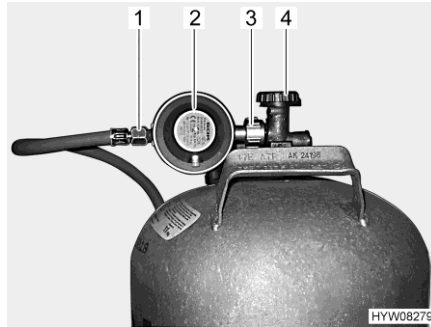

Fig. 27 Conexión de la bombona de gas
- Cerrar la llave de paso principal (Fig. 27,4) de la bombona de gas. Observar el sentido de la flecha.
- Retener el regulador de presión de gas (Fig. 27,2) y abrir la tuerca moleteada (Fig. 27,3) (por lo general, rosca a la izquierda).
- Retirar el regulador de presión de gas con la goma del gas (Fig. 27,1) de la bombona de gas.
- Colocar el regulador de presión de gas (Fig. 27,2) con goma del gas (Fig. 27,1) en la bombona de gas y apretar la tuerca moleteada (Fig. 27,3) (por lo general, rosca a la izquierda). **No** apretar demasiado firmemente.